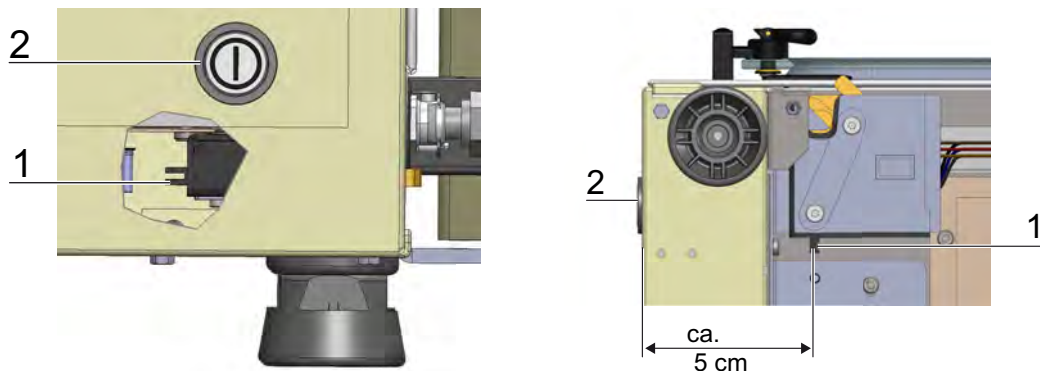

図 8-9. インキュベーター下面の緊急リリース
温度が 65°C の危険でないレベルまで下がる前に外扉ロックを解除するには、緊急リリースレバーを操作する必要があります（図 8-9、1）：
1. インキュベーター下側の緊急リリースレバー（図 8-9、1）の位置を決めます。リリースレバーは、装置の左側、電源スイッチの後ろ 5 cm（図 8-9、2）にあります。
2. ベースパネルの下に手を伸ばし、緊急リリースレバーを引きます（図 8-9、1）。ドアロックが解除され、外扉を開けることができます。